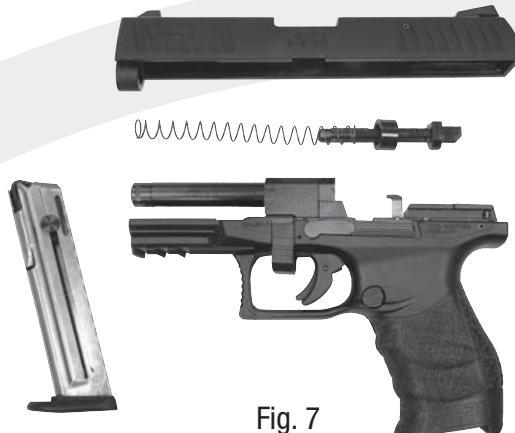

Fig. 7
- Los componentes principales de la pistola se representan en la fig. 7.
- En la fig. 7 se pueden preciar los componentes principales de la pistola.